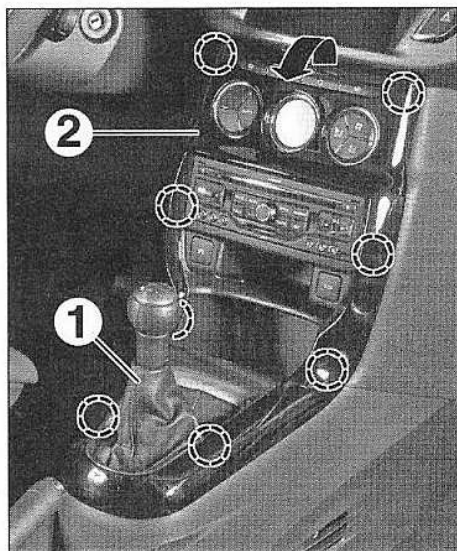

FIG.20
- Dégrafer le soufflet de levier de vitesses (1) de la console centrale de plancher (Fig.20).
- Dégrafer puis déposer la garniture de façade centrale (2) en commençant par le haut.